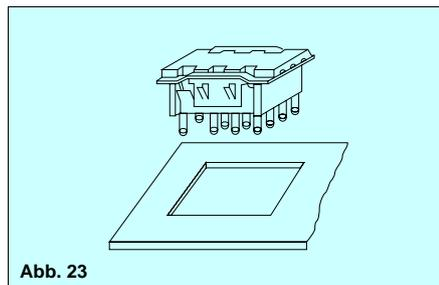

Abb. 23
• Die umkehrbaren Fassungen (für HC- und HL-Relais) sind für eine Montage durch Einrasten geeignet. (Die Montageplatte sollte eine Stärke von 1 bis 2mm aufweisen.) (Abb. 23)